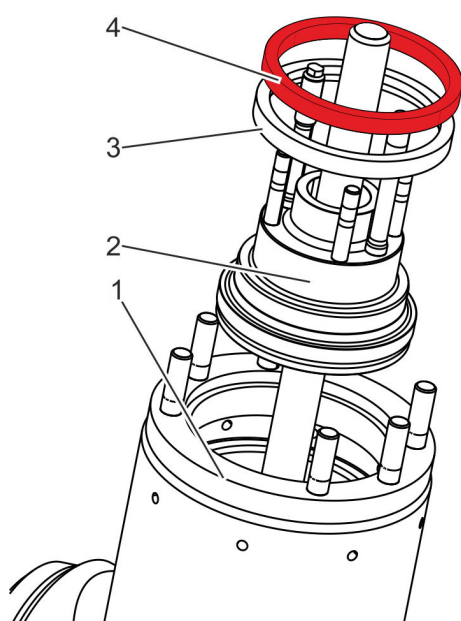

Abb. 31: Verschlussdeckel einsetzen
Verschlussdeckel (Abb. 31/2) mit geeignetem Hebezeug in das Gehäuse (Abb. 31/1) einsetzen.
17. ▶ Neuen Dichtring (Abb. 31/3) montieren.
18. ▶ Stützring (Abb. 31/4) auf den Dichtring (Abb. 31/3) legen.